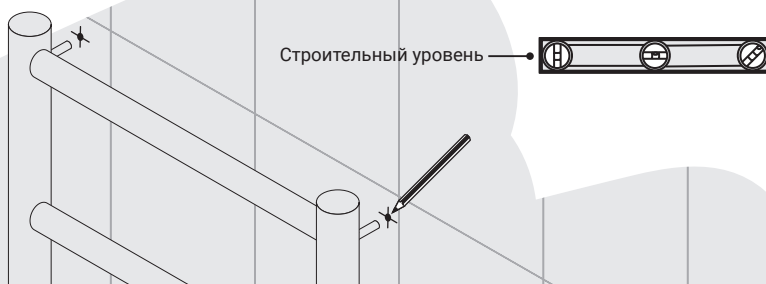

Рис.2
4.1.3. Произвести «**примерочный**» монтаж полотенцесушителя. Для точной разметки точек крепежа рекомендуется использовать строительный уровень (рис. 2).
4.1.4. Сделать метки на стене (рис. 2).